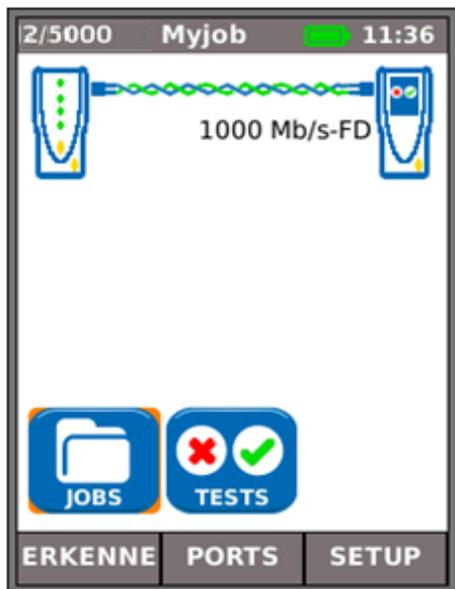

Abb. 8
- (1) Bei direktem Anschluss von Display- und Remote-Handgerät über Kupfer- oder Glasfaserkabel: den Softkey ERKENNE (F1) drücken, um alle verfügbaren Optionen aufzurufen (Abb. 8). Neben Verdrahtungstests (Kupfer) kann auch die Kabelleistung geprüft und gemessen werden. Für eine vollständige Beschreibung dieser Optionen siehe *Beschreibung des Testmenüs* - Ethernet-Modus, Seite 24.